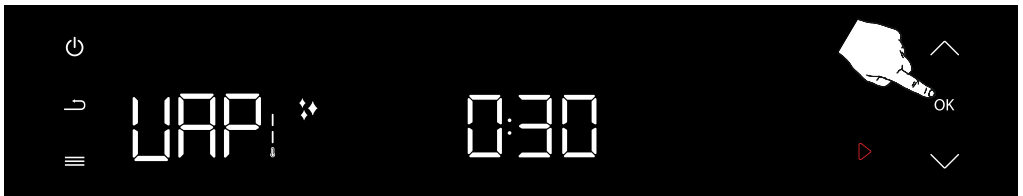

Abbildung 33
Nachdem Sie die Auswahl bestätigt haben, halten Sie die Bestätigungstaste (OK) gedrückt, um die Dampfreinigungsfunktion zu starten. (siehe Abbildung 33)